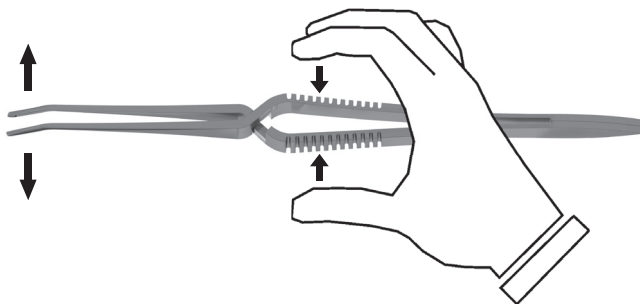

Abb. 2
- Spülen Sie das Cross Aktion Instrument unter fließendem kaltem (< 40 °C) Leitungswasser und betätigen Sie es dabei (siehe Abb. 2).
- Bewegen Sie das Cross Aktion Instrument dabei (siehe Abb. 2).